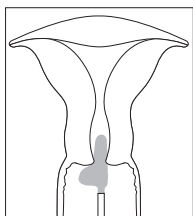

Fig. 1
3. Tenendo il tampone floccato per il manico, inserire il puntale del tampone (il segmento lungo della „L“) all'interno del canale cervicale, lasciando fuori dal canale cervicale la parte più larga del tampone (il segmento corto della „L“); vedere Fig.1.